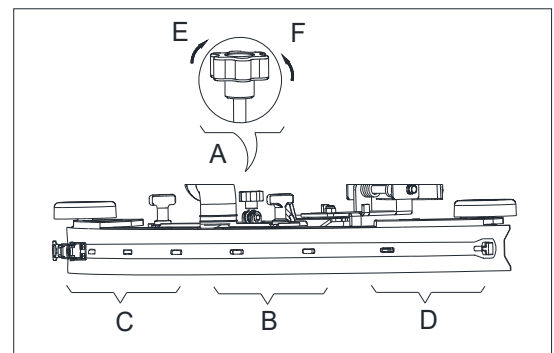

Abbildung 9
3. Stellen Sie die Rakel über den Rakel-Einstellgriff (A, Abbildung 9) ein.
- a) Bei einer Lücke zwischen dem Boden und dem des Heckrakelblatts (B) wird der Knopf (A) gegen den Uhrzeigersinn in Richtung (F) gestellt, bis das gesamte Heckrakelblatt guten Bodenkontakt aufweist und das vordere Blatt den Boden leicht berührt.
- b) Bei einer Lücke zwischen dem Boden und beiden Blattenden (C und D) wird der Knopf (A) im Uhrzeigersinn in Richtung (E) gestellt, bis beide Heckrakelblattenden guten Bodenkontakt aufweisen und das vordere Blatt den Boden leicht berührt.